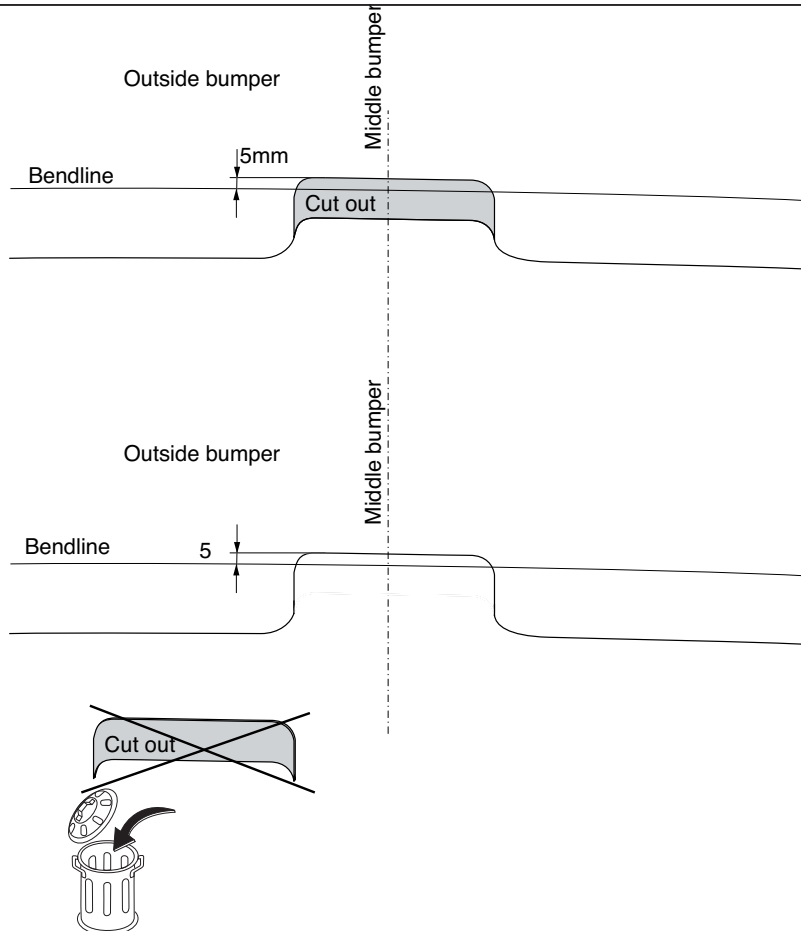

Fig. 1
2. **Для автомобилей 2011->:** Выпилить часть из бампера в середине снизу, как указано на рис. 1.